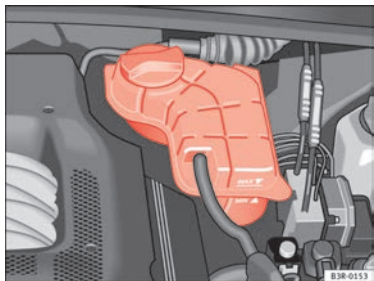

Abb. 182 Motorraum:
- Lesen Sie den Kühlmittelstand an dem Kühlmittel-Ausgleichsbehälter ⇒ Abb. 182 ab. Er muss bei kaltem Motor zwischen den Markierungen „min“ und „max“ liegen. Bei warmem Motor kann er auch etwas über der Markierung „max“ liegen.
- Legen Sie einen Lappen auf den Deckel des Kühlmittel-Ausgleichsbehälters ⇒ Abb. 182 und schrauben Sie den Deckel **vorsichtig** linksherum ab ⇒ ⚠.